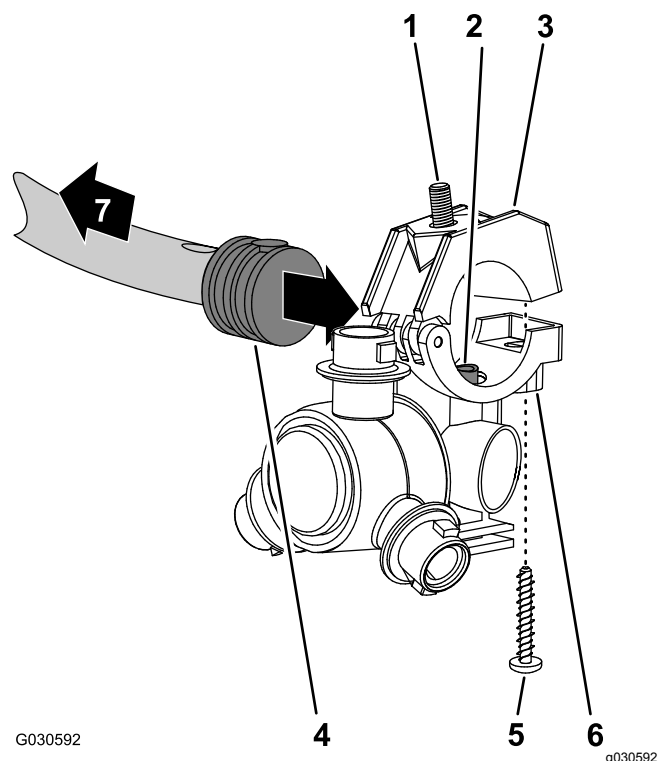
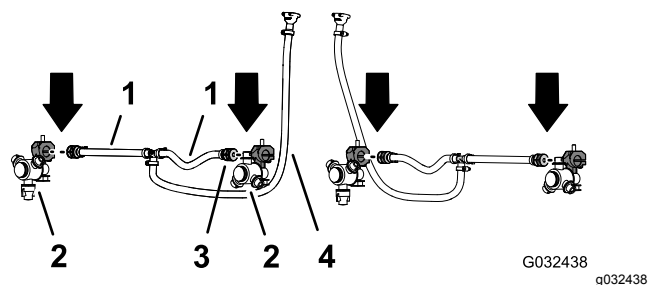

图 57
图 58
- 使用 GeoLink 喷洒系统完成套件中的 2 个喷嘴拆下将夹具上半部分固定至鞍座的不锈钢螺丝图 57。
- 在中间喷洒段软管子总成喷洒阀 5 或 6 图 57 和图 58 中 25cm 软管的一端找到单宝塔软管柄一侧的孔。
- 将喷嘴鞍座中的转接管图 57 与单宝塔软管柄 $\frac{1}{2}$ 英寸一侧中的孔对齐。
5. 闭合夹具上半部分将宝塔软管柄夹在其中然后使用不锈钢螺丝#12 x 1¼ 英寸将夹具上半部分与喷嘴主体图 57 固定到一起上紧不锈钢螺丝扭矩至 14~18N·m。
6. 使用在拆卸喷嘴(页码 22)的步骤 1 和 2 中卸下的喷嘴、六角头螺栓及不锈钢螺丝对另一软管 25cm 管端的单宝塔软管柄图 57 和图 58 重复步骤 3 至 5。
7. 使用在拆卸喷嘴(页码 22)的步骤 4 中卸下的 2 个喷嘴对中间喷洒段另一软管子总成喷洒阀 5 或 6 的单宝塔软管柄重复步骤 3 至 5 图 57 和图 58。